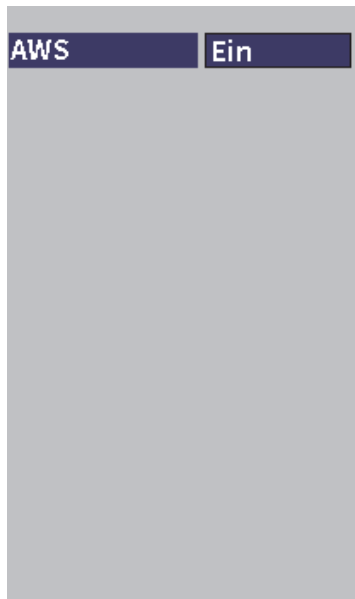

Abbildung 11-24 Konfigurationsfenster für AWS
2. Wählen Sie das Symbol für **Einst.** () aus, um das Konfigurationsfenster für AWS zu öffnen (siehe Abbildung 11-24 auf Seite 209). Für Einzelheiten zu den Konfigurationsfenstern siehe „Navigation durch Menüs und Konfigurationsfenster“ auf Seite 40.